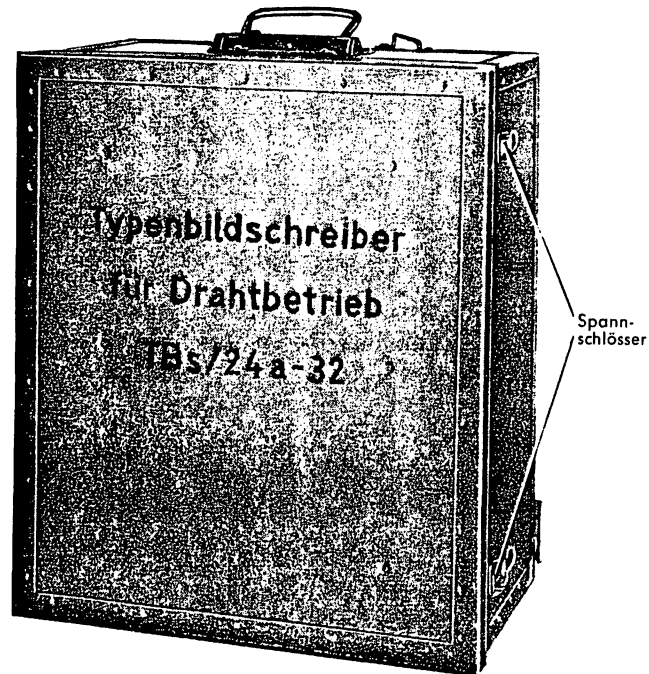

Abb. 1
| Abb. 1. Feldfernschreiber, geschlossen | 8 |
13. Der Tornister (Abb. 1) ist außen mit einem Traggriff und mit den Beschlagteilen für Tragriemen und Rückenlatten ausgerüstet, so